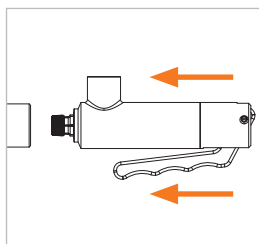

Figure 6
- ▶ Insérez le connecteur, avec le levier à main (Pos. 4) comprimé, dans l'axe dans la pièce d'essai jusqu'à ce que le joint frontal (Pos. 7) entre en contact avec la pièce d'essai (Figure 6). Le joint frontal est ainsi préservé des dommages causés par d'éventuels bords saillants de la pièce d'essai et le bon raccordement est garanti.